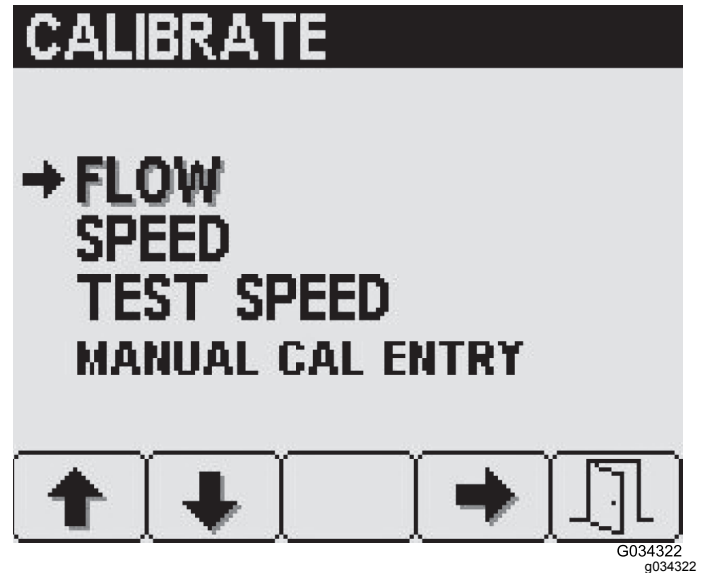

Figura 31
- Para acceder a la pantalla de Caudal, pulse el botón 4 de la pantalla de Calibrar (Figura 31) para seleccionar Caudal.
- Para acceder a la pantalla de Velocidad, pulse el botón 2 en la pantalla de Calibrar hasta llegar a Velocidad, y luego pulse el botón 4 (Figura 31) para seleccionar Velocidad.